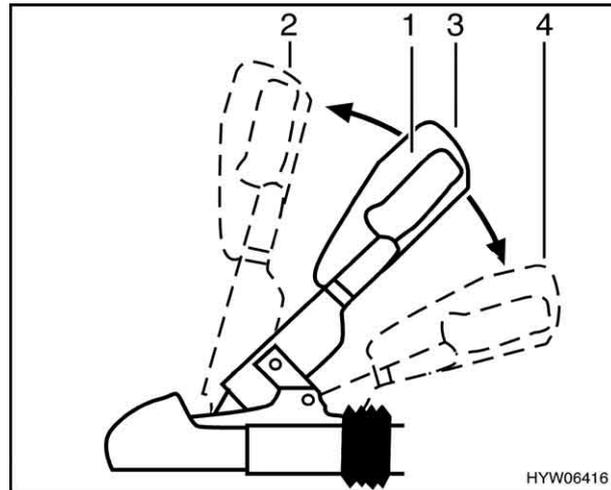

Bild 3 Sicherheitskupplung WS 3000 D
- Kupplungsgriff (Bild 3,1) nach oben in Stellung "offen" (Bild 3,2) ziehen. Die Anhängerkupplung ist geöffnet.
- Die geöffnete Anhängerkupplung auf die Anhängerkugel des Zugfahrzeugs aufsetzen und den Kupplungsgriff loslassen. Der Griff gleitet selbsttätig in seine Ausgangsstellung (Bild 3,3) zurück.
- Die Stabilisierungseinrichtung aktivieren. Dazu den Kupplungsgriff aus geschlossener Stellung (Bild 3,3) bis zum Anschlag nach unten drücken (Bild 3,4).
Zum Ausschalten der Stabilisierungseinrichtung, z. B. bei Fahrt auf Eis oder Schnee, den Kupplungsgriff (Bild 3,1) langsam bis zur geschlossenen Stellung (Bild 3,3) nach oben ziehen.